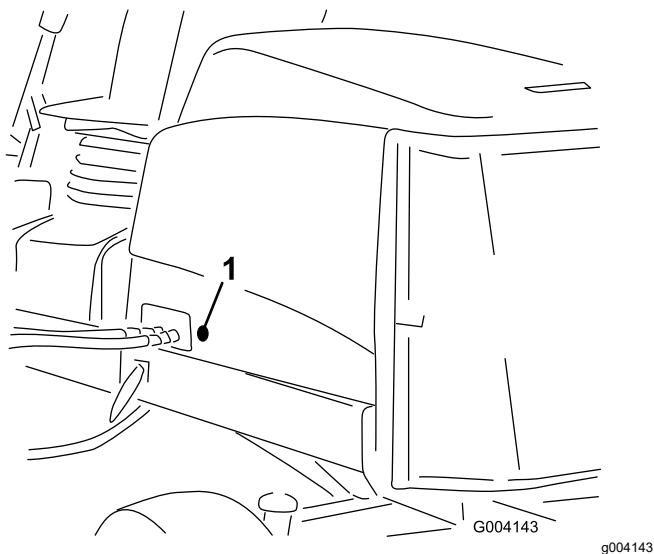

Figura 34
2. Retire o olhal de borracha do orifício do lado esquerdo do capot (Figura 34).